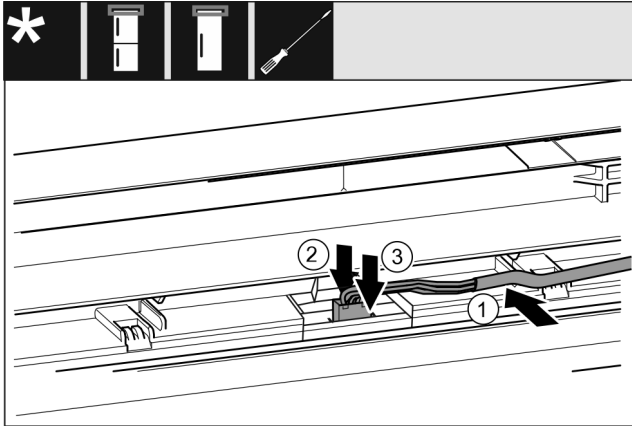

Fig. 40 Kombinimet ftohës-ngrirës / Frigoriferët ngrirës / Frigoriferët ftohës
- Shtroni me kujdes kabllon Fig. 40 (1) në udhëzuesin te dera lart.
- Shtypni nga prapa majën e kapjes Fig. 40 (2).
- Mbërtheni në vend spinën Fig. 40 (3).